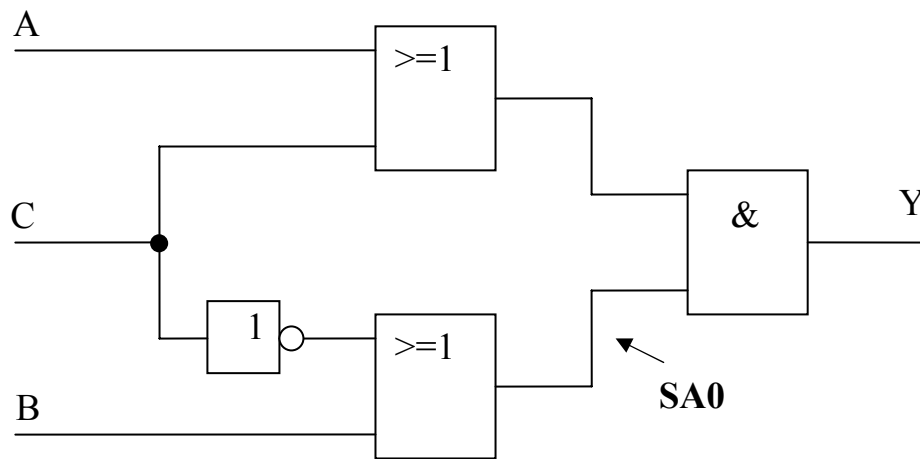

Abbildung 2.1
- (c) In Abbildung 2.1 ist ein Knoten mit „SA0“ gekennzeichnet. Ermitteln Sie alle Testvektoren die geeignet sind, diesen Fehler zu entdecken. Bezeichnen Sie die dazu nötigen Schritte.